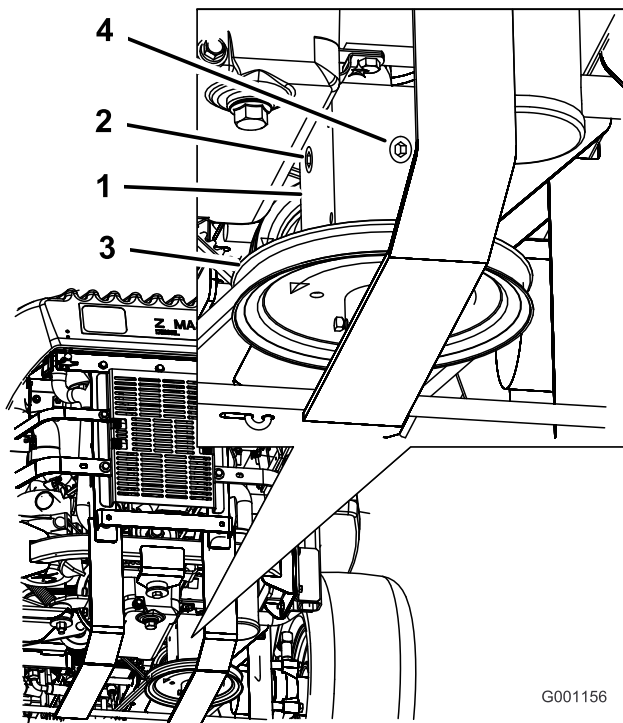

Figura 74
4. Retire o tampão lateral ou traseiro da caixa de velocidades (Figura 74).